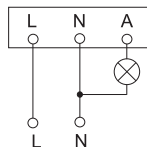

Рисунок 11. Схема подключения датчика ДД-МВ301
- Подключить сетевые провода и провода нагрузки в соответствии со схемой, приведённой на рис. 11 (ДД-МВ301) и рисунке 9 (ДД-МВ401).